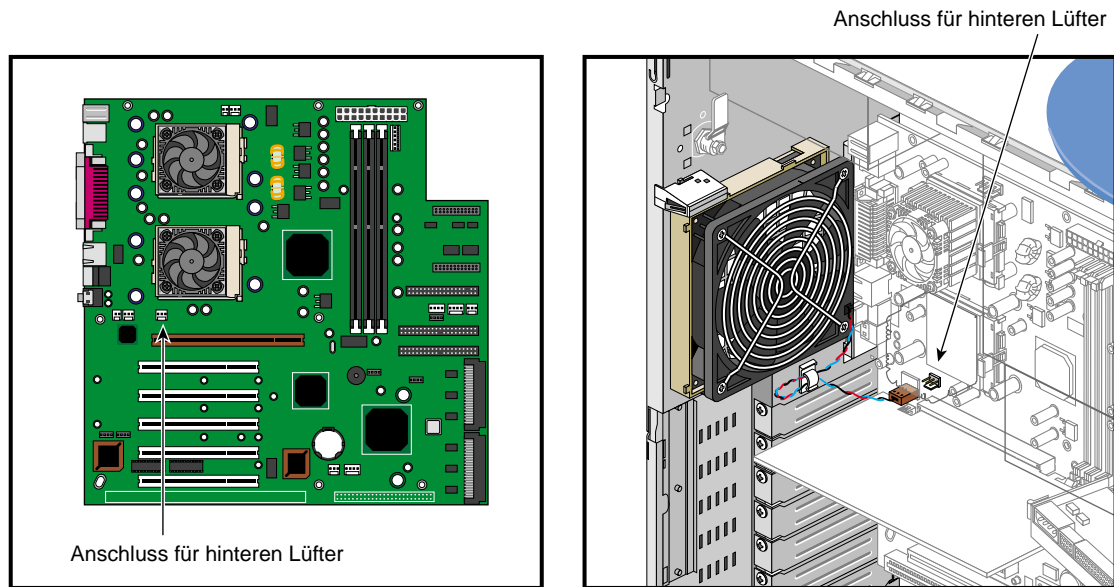

Abbildung 2-13 Anschließen des Kabels des hinteren Lüfters
3. Lösen Sie das Lüfterkabel von der Systemplatine. Die Lage des Lüfterkabelanschlusses geht aus Abbildung 2-13 auf Seite 34 hervor.
10. Schließen Sie das Lüfterkabel an. Die Lage des Kabelanschlusses des hinteren Lüfters geht aus Abbildung 2-13 hervor.